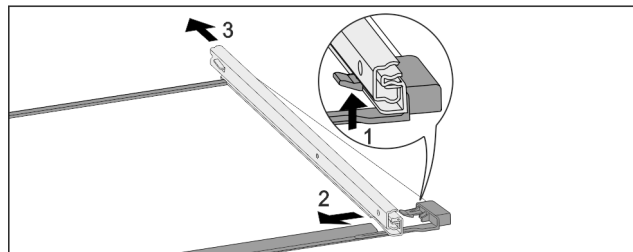

Fig. 172 Стъклена плоча с релси
- Натиснете нагоре предните фиксиращи палци. Fig. 172 (1)
- Плъзнете изтеглящата релса настрани Fig. 172 (2) и назад Fig. 172 (3).